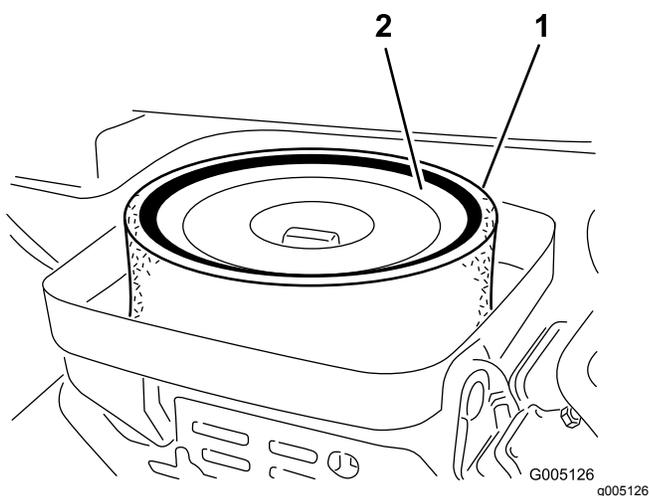

Рисунок 25
3. Снимите барашковую гайку крепления элементов к корпусу воздухоочистителя (Рисунок 25).
4. Если элемент из пеноматериала загрязнен, снимите его с бумажного элемента (Рисунок 25). Тщательно очистите его следующим образом: